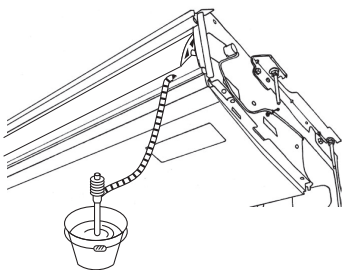

Fig. 5-3
2. Fissare il coperchio della staffa ③ fornito con l'unità alla staffa di attacco ⑤.
3. Fissare il tubo di drenaggio eseguito localmente (VP-20) alla staffa di attacco ⑤ con adesivo al cloruro di vinile.
4. Avvolgere il coperchio della tubazione di drenaggio ⑦ fornito con l'unità. (Fasciatura delle giunzioni)
- Ⓒ Coperchio della staffa ③
- Ⓓ Staffa di attacco ⑤
- Ⓔ Coperchio della tubazione di drenaggio ⑦
5. Controllare il corretto funzionamento del drenaggio. (Fig. 5-3)